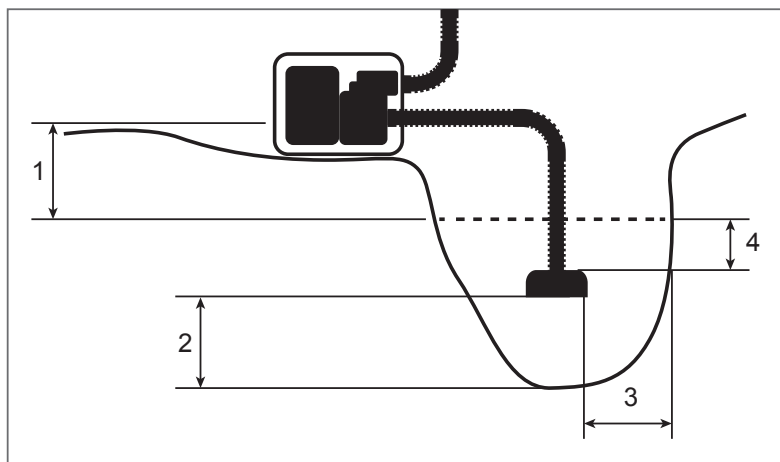

Рис. 11 Расположение мотопомпы и всасывающего фильтра
1. Установите мотопомпу вблизи водоема (емкости) на твердую ровную горизонтальную поверхность, опустите всасывающий рукав с установленным фильтром в водоем (емкость), обеспечив вертикальное положение фильтра. При расположении всасывающего рукава с установленным фильтром соблюдайте все требования, указанные на Рис. 11.
2. Необходимо установить мотопомпу как можно ближе к водоему. Чем меньше высота расположения мотопомпы по отношению к уровню забора воды (Рис. 11 п. 1), тем быстрее происходит всасывание воды и выше производительность насоса.
Не превышайте высоту расположения мотопомпы по отношению к уровню забора воды (Рис. 11 п. 1).
4. В процессе выкачивания воды из водоема (емкости) уровень воды в водоеме (емкости) будет естественным образом понижаться. Если требуемые расстояния (Рис. 11 п. 2, 3, 4) между всасывающим фильтром и стенками, и дном водоема (емкости) не соблюдаются, выкачивание воды следует прекратить.